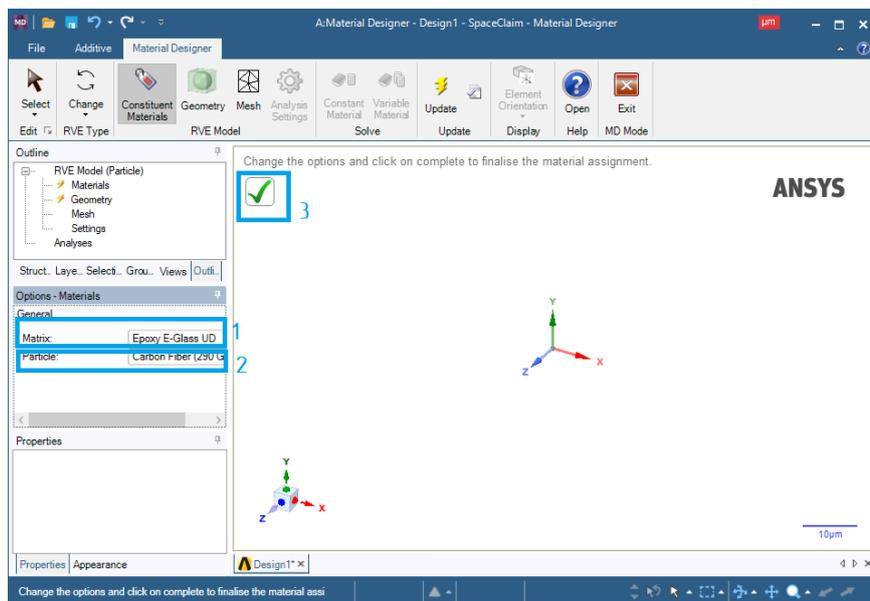

Рис. 7. Присвоение материалов
5. В появившейся слева панели присваиваем материал матрицы/наполнителя (1) и частицы/волокон (2) (рис. 7). После чего необходимо применить изменения (3).